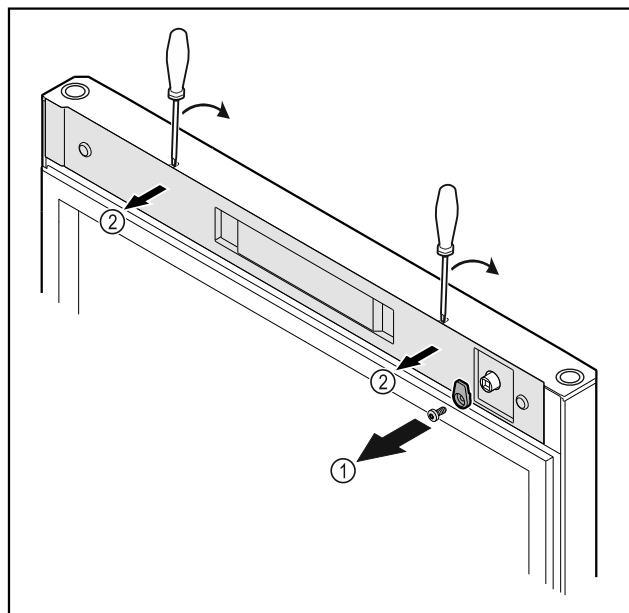

Fig. 8
- Svitare i ganci di chiusura Fig. 8 (1).
- Disinnestare la copertura Fig. 8 (2) con l'ausilio di un piccolo cacciavite e rimuoverla.